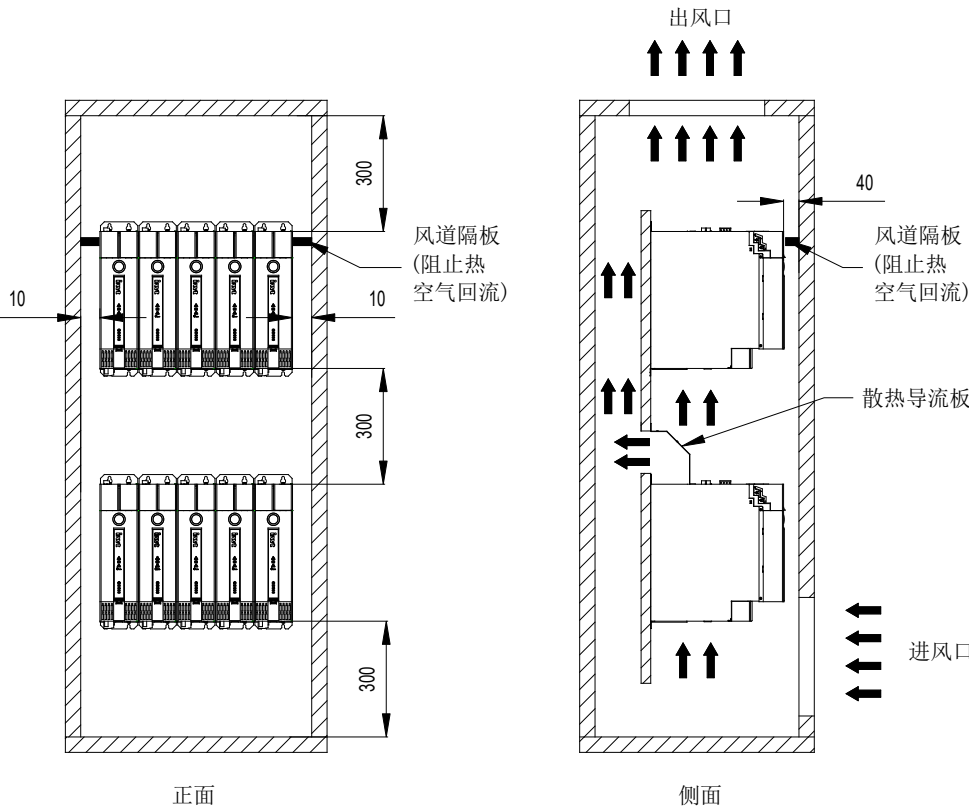

图 4-3 多台单元并排安装空间（上述尺寸为最小极限尺寸，单位：mm）
- 2、需上下安装の場合，单元周围需预留相应散热空间，以确保散热良好，请参考图 4-3。
- 在需上下安装の場合，需安装散热导风板，请参考图 4-3。
- 对被动排风（出风口不安装系统排风扇）的情况下，必须安装风道隔板，阻止热空气回流，请参考图 4-3。